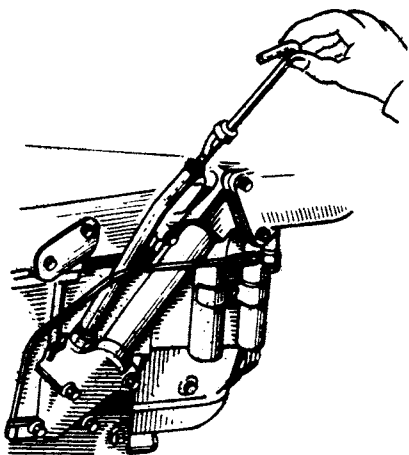

Рис. 33. Проверка уровня масла в картере двигателя
2. Залить в картер двигателя чистое масло рекомендуемой марки до верхней метки указателя уровня масла (рис. 33).